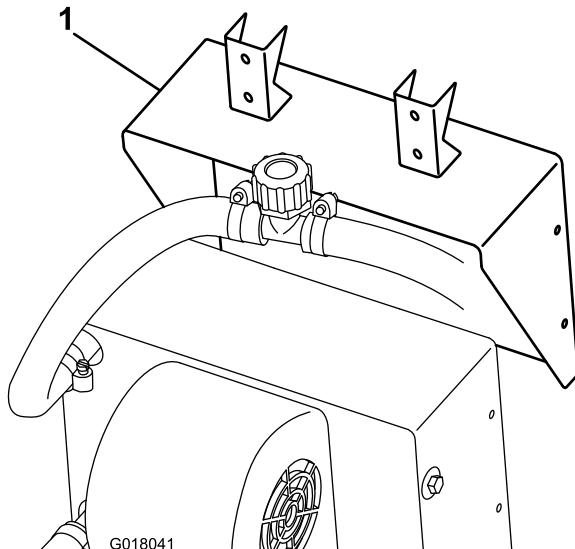

図 22
2. ヒーターに付属しているねじを使って、ヒーターブラケットをヒーターに取り付ける図 22。